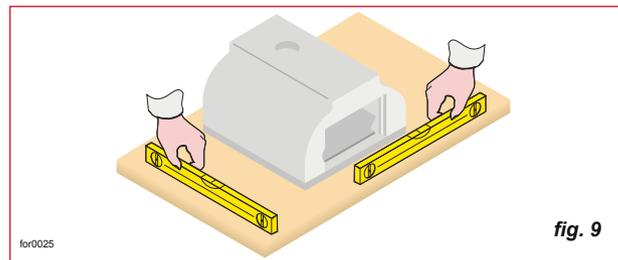

fig. 9
- deve essere perfettamente in piano (fig.9)